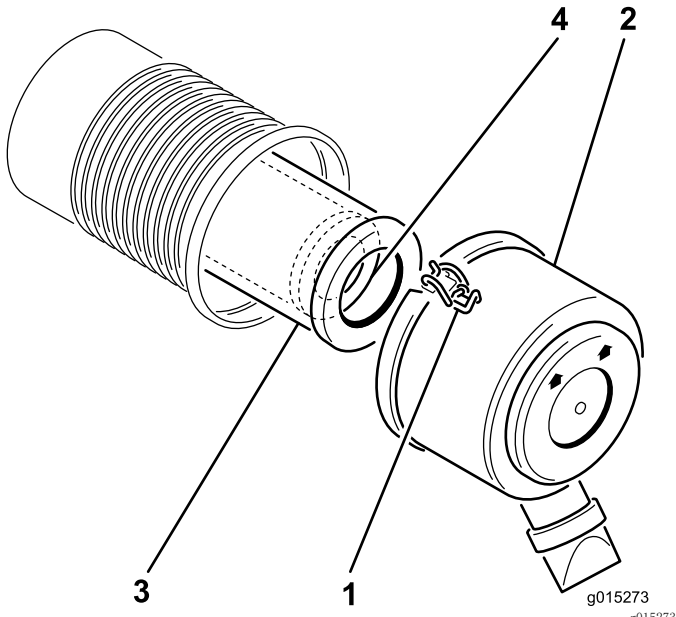

图14
2. 松开将空气滤清器盖固定到空气滤清器壳体上的门锁。将盖子与壳体分开（图14）。
4. 将主滤清器轻轻从空气滤清器外壳中滑出（图14）。
2. 如果要更换安全滤芯，应小心将它滑入滤芯壳体（图14）。
3. 小心地将初级滤芯滑到安全滤清器上方（图14）。
5. 安装空气滤清器盖，标有“UP”的一侧朝上，用门锁固定（图14）。